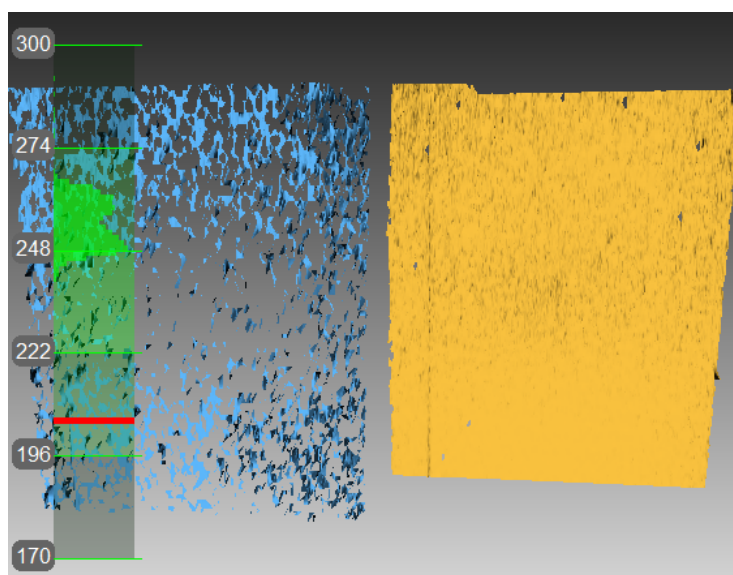

Рис. 11.5: Результаты коррекции Artec Spider
В некоторых случаях вследствие небрежного обращения или транспортировки (тряска, случайные падения, некоторые другие причины), сканер может перестать снимать 3D-поверхности должным образом. В этом случае сканируемые поверхности могут реконструироваться лишь частично, могут появляться дырки (на Рис. 11.5 на синей поверхности заметны результаты плохой реконструкции). Эти проблемы могут быть решены с помощью коррекции или калибровки.
9. Повторите шаг 8 еще три раза. Как только вы закончите, система начнет вычисления, и в окне *3D вида* появится желтая плоскость, соответствующая поверхности, снятой с корректированными калибровочными данными (см. Рис. 11.5).